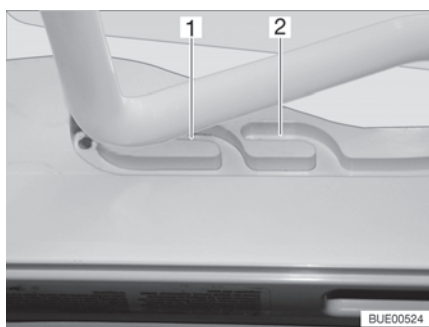
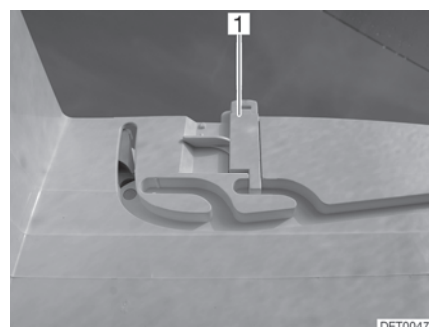

Bild 53 Spår (ventilationsläge)
Bild 54 Lås (ventilationsläge)
Heki-takluckan kan ställas i två ventilationslägen: Läget för dåligt väder (Bild 53,1) och mittläget (Bild 53,2). Beroende på modell kan takluckan låsas i mittläget med de båda spärrarna (Bild 54,1) till höger och vänster om ramen till takluckan.
- Tryck bygeln lätt uppåt och skjut in den i det valda spåret (Bild 53,1 eller 2) och lås eventuellt.